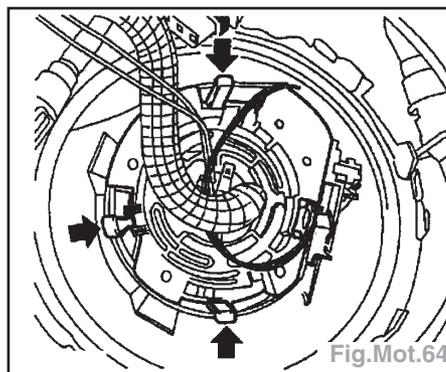

Fig.Mot.64
- Presser le verrouillage (flèche) vers l'intérieur et le maintenir enfoncé (Fig.Mot.64).